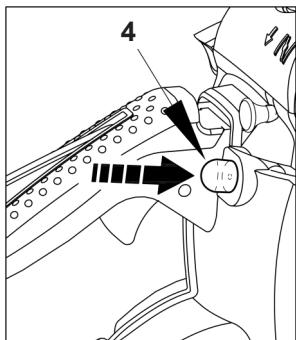

Рис. 6.3
5. Нажмите на праймер для предварительной подкачки топлива (рис. 6.3 поз. 4) до тех пор, пока не увидите, что топливо начало циркулировать.